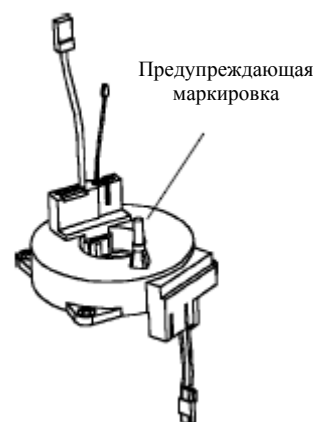

Рис. 389
- (2) Блок подушки безопасности водителя, см. рис. 389